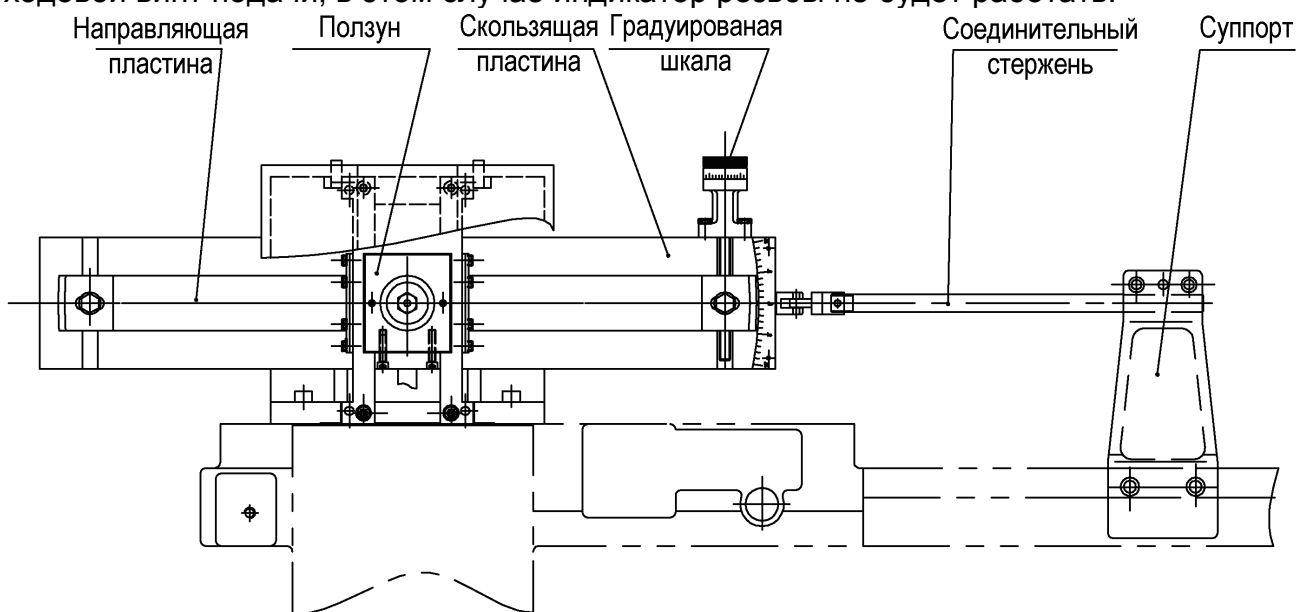

Рисунок 30: Конусная линейка
11.3.1. Конусная линейка (смотрите рисунок 30)